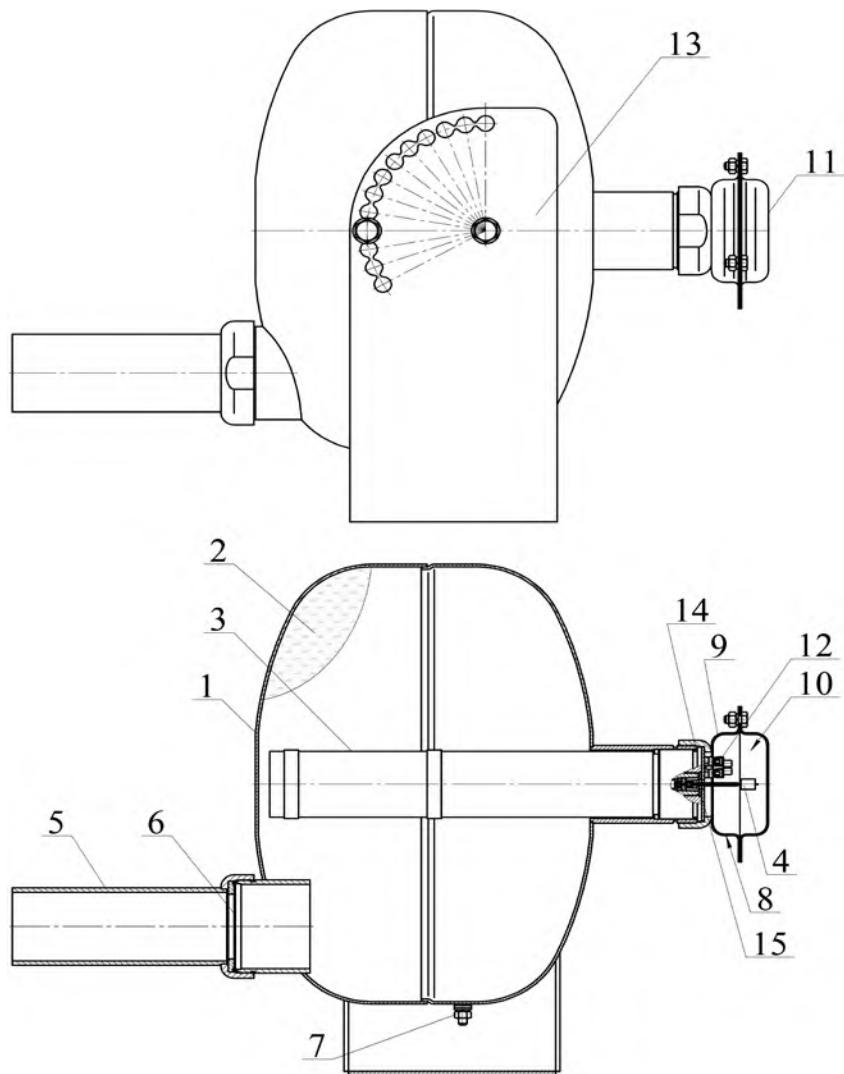

Рисунок 1
4.1.1 МПП (см. рисунок 1) состоит из корпуса **1**, в котором размещаются огнетушащий порошок (ОП) **2** и источник холодного газа (ИХГ) **3** с элементом электропусковым **4**. В передней части корпуса находится насадок-распылитель **5**, входное отверстие которого перекрыто мембранный **6**. Модуль имеет заземляющий зажим **7**. Монтажный кабель через отверстие **8** на фланце **9** входит во вводную коробку **10**, закрытую крышкой **11** и через за-
6.3 Закрепить кронштейн 13 (см. рисунок 1) на потолке, стене или иной несущей плоскости, расположенной под любым углом относительно поверхности пола. Координаты отверстий в кронштейне, предназначенном для крепления МПП, приведены на рисунке 2.